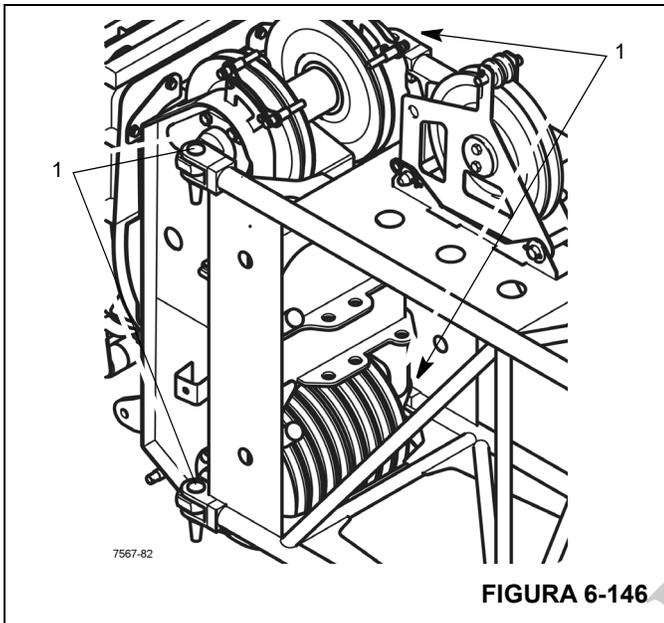

FIGURA 6-146
- Eleve el inserto delante de la cabeza de la pluma principal de manera que los cuatro puntos de conexión (1), (Figura 6-146), se alineen en ambos lados.
- Inserte los pasadores en los puntos de conexión (1), (Figura 6-146), y asegúrelos con pinzas de retención.
5. Retire los pasadores de los puntos de conexión (1), (Figura 6-146).